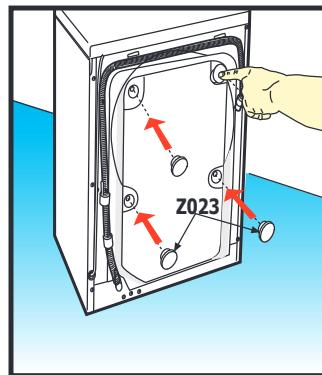

Fig. 2
- Chiudere i 4 fori dove alloggiavano le viti imballo con i 4 tappi Z023 che si trovano all'interno della busta dei documenti (vedi Fig. 2).